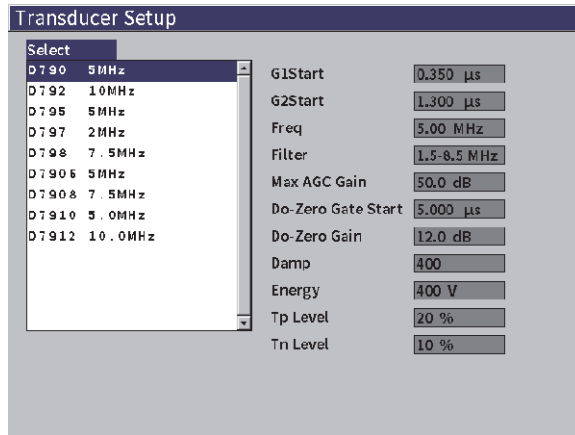

图 11-35 探头设置页
9. 如果使用一个没有中心引脚的探头，则在激活了腐蚀模块后，在**Transducer Setup**（探头设置）页中选择一个探头（参见第207页的图 11-35）。